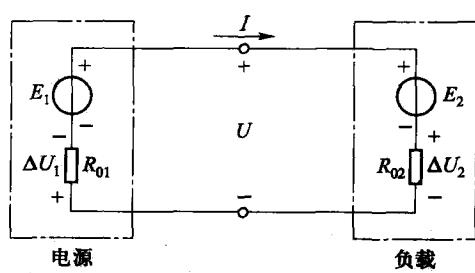

图 1.3.1 例题 4 的图
【例题4】 在如图 1.3.1 所示的电动自行车充电电路中，电动势 $E_1 = 40 \text{ V}$ ，电动势 $E_2 = 36 \text{ V}$ ，内阻 $R_{01} = 0.4 \Omega$ ， $R_{02} = 0.6 \Omega$ 。(1) 试求电路中的充电电流 I 和各个元件上的功率；(2) 试说明功率的平衡。